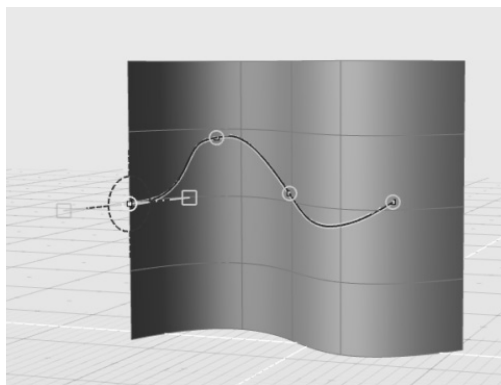

图 3-84 移动曲线首点至曲面的边上
2) 将已绘制的“表面上的曲线”的首个控制点移动到“曲面#1”的边上，如图 3-84 所示。